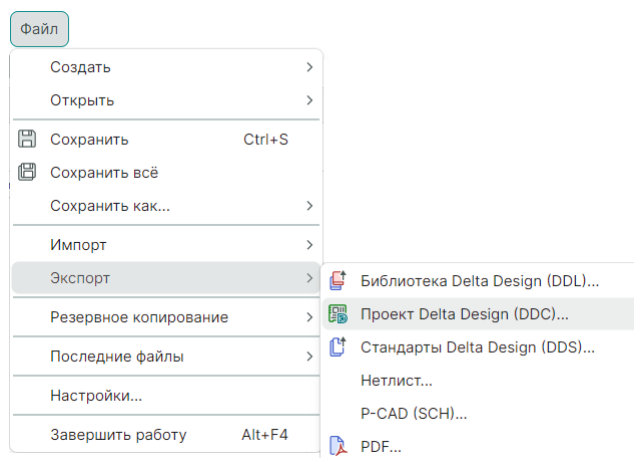

Рис. 291 Синхронизация через экспорт проекта
3. Осуществите экспорт проекта, см. Рис. 291.